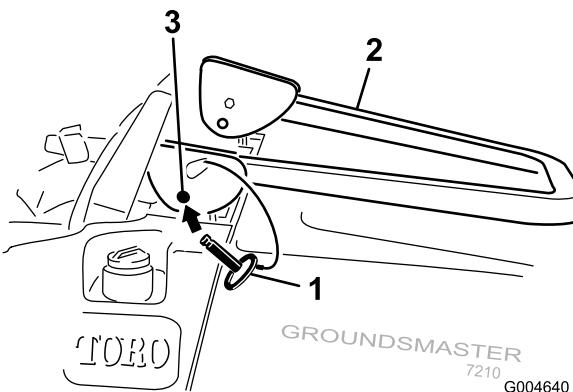

Figura 12
2. Baixe por completo a barra de segurança (Figura 12).